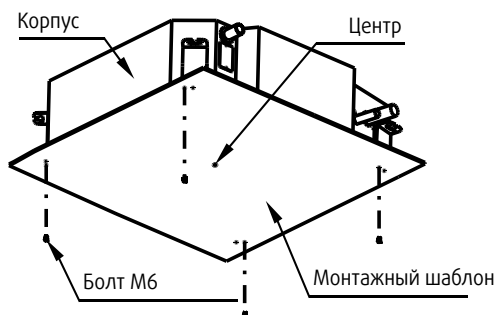

Рис. 4-3
1. Прорежьте в потолке квадратную нишу 880x880 мм в соответствии с размерами монтажного шаблона (рис. 4-3).
2. После монтажа корпуса блока закрепите на нем монтажный шаблон с помощью болтов М6х12, чтобы определить размеры и расположение ниши в подвесном потолке (рис. 4-3).